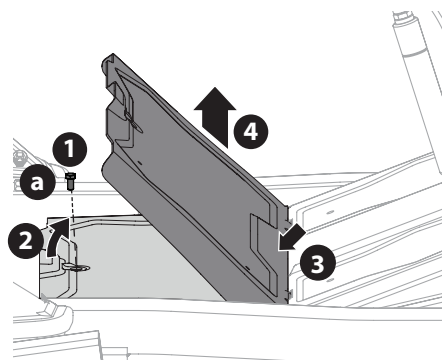

Fig. 28
1. Con una herramienta para usos múltiples o una llave de cubo de 1/2 pulgada, extraiga el tornillo de cabeza hexagonal (a) que sujeta el panel de piso en su lugar (Fig. 28).
2. Levante con cuidado la parte trasera del panel de piso (Fig. 28).
3. Para liberar el frente del panel de piso, deslícelo hacia atrás (Fig. 28).
4. Levántelo para separarlo del tractor (Fig. 28).